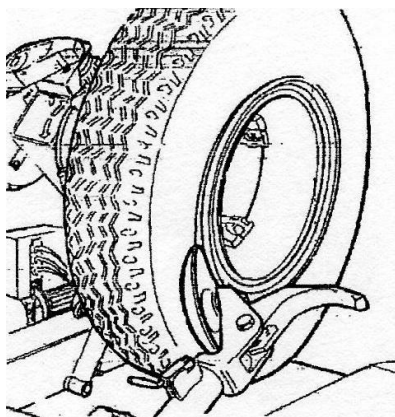

Рисунок 30
- Поместите разъёмное кольцо на обод и затем вставьте стопорное кольцо с помощью диска, как показано на Рисунок 30